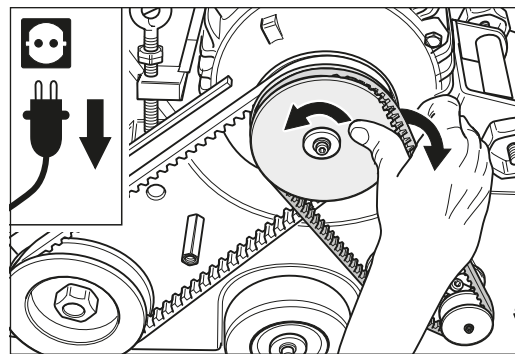

Fig. 20 Retirez la courroie trapézoïdale pour aspirer.
- 4 Retirez la courroie de l'aspiration. Pour cela, tournez la poulie du moteur (fig. 20). **Faites attention à vos doigts car risque d'écrasement !**